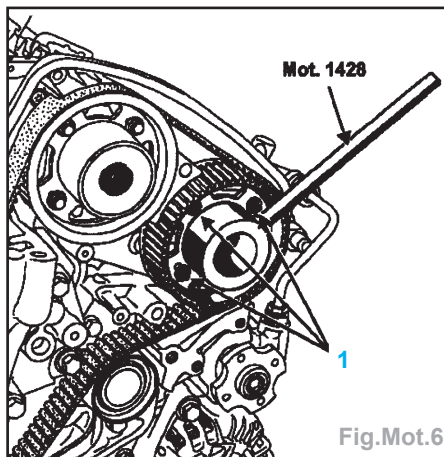

Fig.Mot.6
- Desserrer les vis des pignons d'ACT (1) et tourner les moyeux d'ACT à l'aide du Mot.1428 et Mot.1555, afin de faciliter la mise en place des pignes (Fig.Mot.6/7).